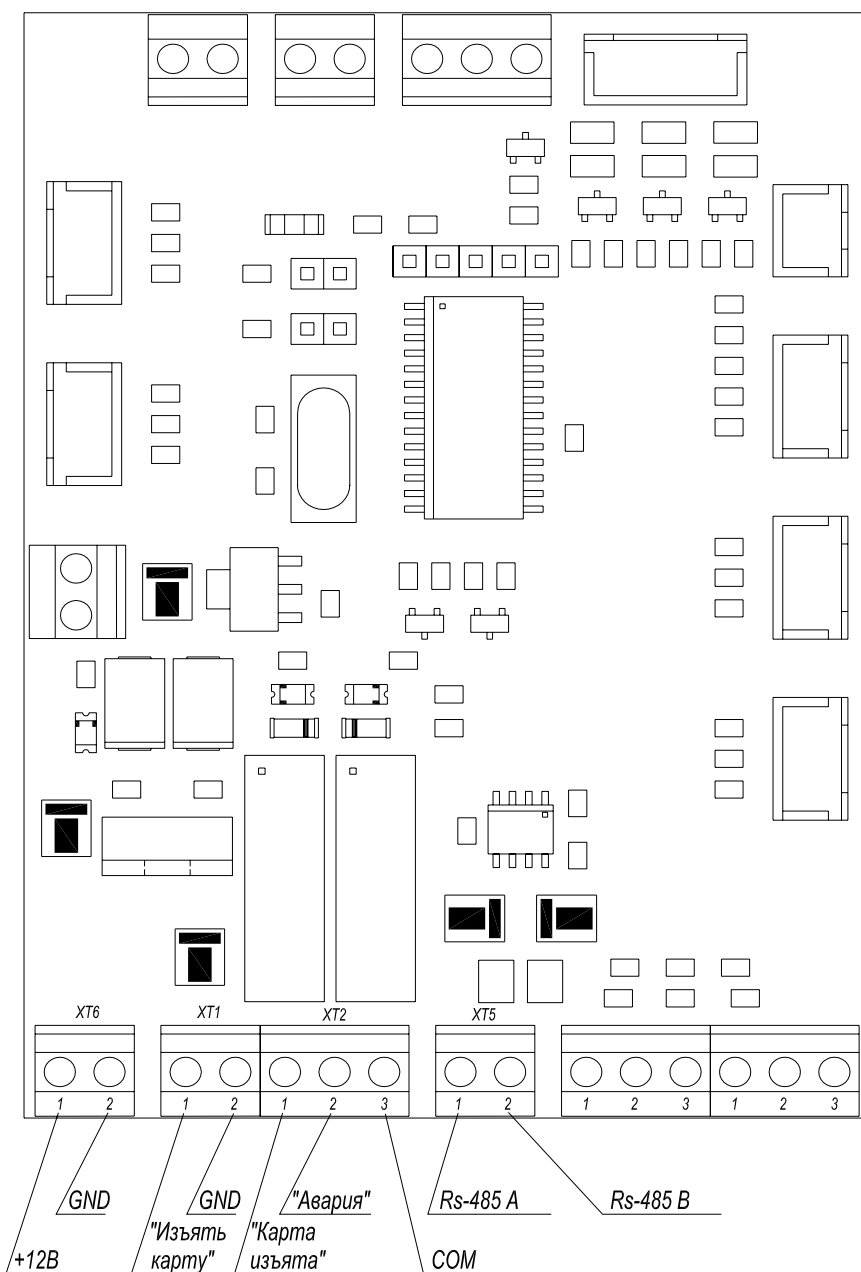

Рисунок 3 – Плата управления картоприёмником
5.3.2 Кабель питания (9)\* подключается к клеммной колодке ХТ6 платы управления картоприёмником (см. рисунок 3 и Приложение А, рисунок А.1).
5.4.1 Линии интерфейса *Rs-485* считывателя, расположенного с внутренней стороны крышки (3) картоприёмника, подключены к плате управления картоприёмником. Таким образом, выходы считывателя выведены на контакты 1 (*Rs-485 A*) и 2 (*Rs-485 B*) клеммной колодки *XT5* (см. рисунок 3).